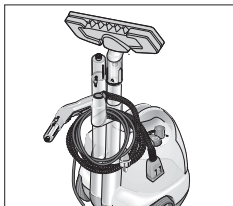

Fig. 10: Ordinare
- Inserire i due tubi di prolunga singolarmente nei fori appositi (A5) sul retro dell'apparecchio. Inserire la bocchetta per pavimenti (H1) in uno dei tubi di prolunga (Fig. 10).